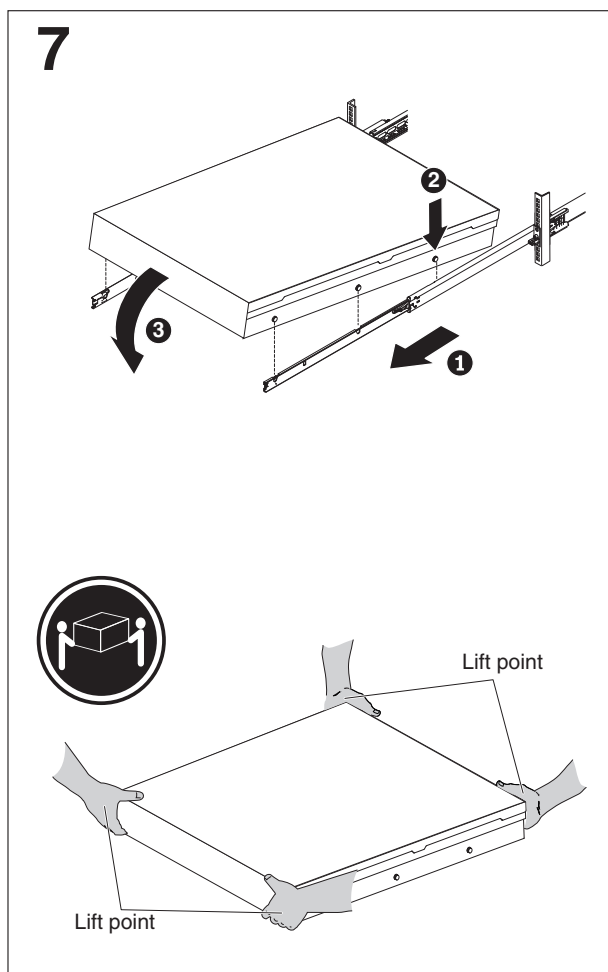

Figura 35. Instalando o Nó do SAN Volume Controller 2145-DH8 nos Trilhos Deslizantes do Rack
- a. Puxe os trilhos deslizantes **1** para frente até que cliquem duas vezes no lugar (conforme mostrado na Figura 35 na página 56).